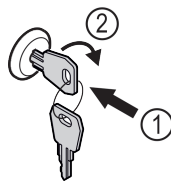

Fig. 159
- Inserire la chiave. Fig. 159 (1)
- Ruotare la chiave di 90° in senso orario. Fig. 159 (2)